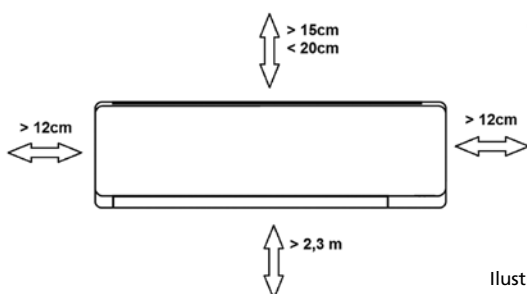

Ilustración 4
- El módulo interior debe instalarse a una distancia mínima de 15 cm del techo. Véase ilustración 4.